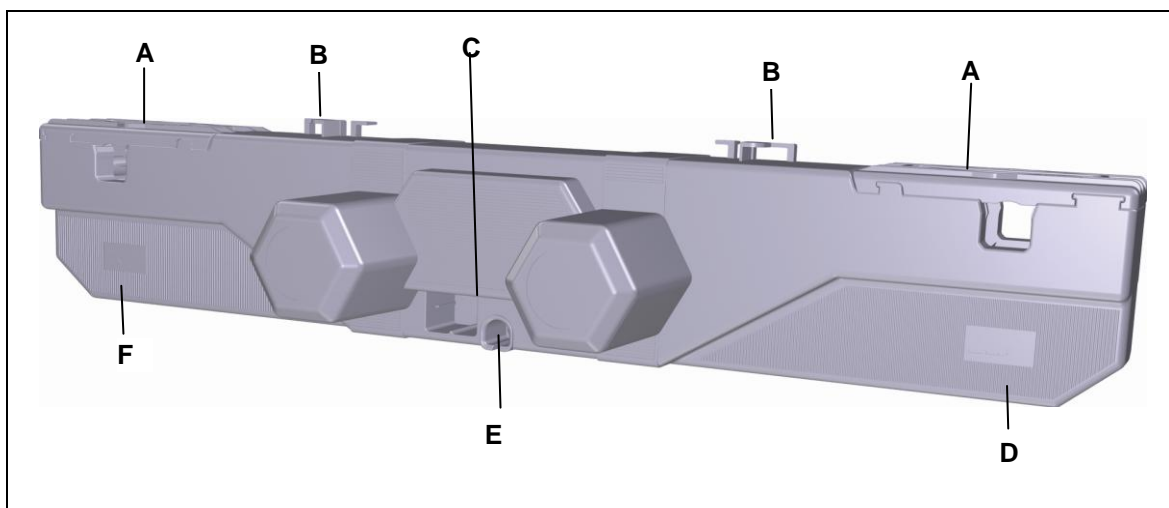

Abbildung 3 Hauptbestandteile des Doppelantriebs DUOMAT 3
- 2 Ziehen Sie die Schließer (A) mit etwas Kraft seitlich komplett ab. Die Aufnahmen (B) für die Beschläge (D) werden frei.
- 3 Bringen Sie den DUOMAT 3 in die richtige Position zur Applikation. Die Aufnahmen für die Kopf- und Fußseite müssen den jeweiligen Beschlägen an der Applikation zugeordnet sein (Symbole am DUOMAT 3 siehe Abbildung 3).
- 4 Schieben Sie den Antrieb mit den Aufnahmen (B) auf die Beschläge (D). Üben Sie dabei etwas Druck aus, bis die Rohre in den Aufnahmen einrasten.
- 5 Schieben Sie die Schließer (A) wieder auf den Antrieb, bis sie einrasten. Der DUOMAT 3 ist fest mit der Applikation verbunden.